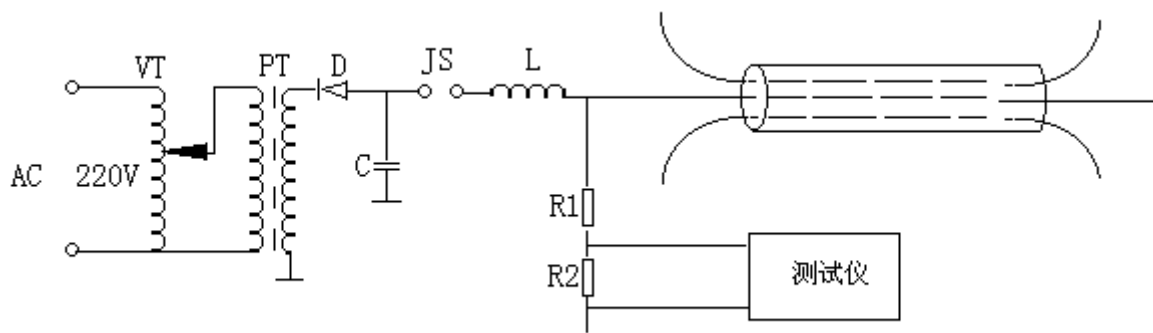

图 6.5-1 冲 L 法测试接线图
(1) 准备工作：冲击直流高压电感测试法（冲 L 法），它的基本测试原理是：（外部接线如图 6.5-1）由直流高压设备所产生的直流高压，首先给储能电容 C 充电，当电容充电到一定值（这个值取决于放电间隙的大小），就会击穿放电球间隙，击穿后瞬间给故障电缆施加一个冲击电压，这个冲击电压迫使故障点击穿，产生闪络电弧，同时产生一电波信号，利用测试仪在测试端采集此波形。根据波形的传输情况分析判断故障点。因此应按图 6.5-1 所示准备高压冲闪设备，并按图将设备连接好。
(2) 仪器操作：按图 6.5-1 所示连接外部线路，先将放电间隙调小一些使电压升到 1 万伏左右，如果故障点还没有被击穿再调节间隙提高冲击电压直到故障点被击穿为止。将仪器的接地端子直接独立的接在电缆钢带上。将取样箱按图与仪器相连。